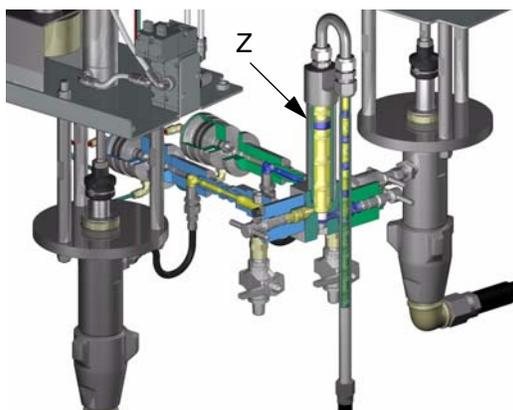

FIG. 4. Dispensado del componente A
El solenoide A abre la válvula dispensadora A. La dosis correcta de componente A fluye hacia el integrador (Z). El solenoide A cierra la válvula dispensadora A. Vea FIG. 4.